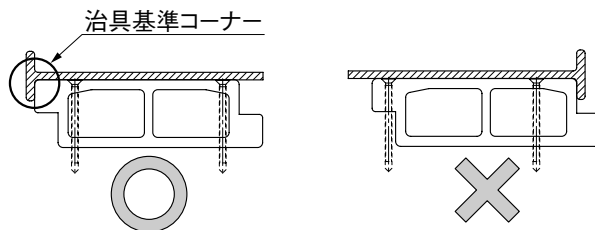

図4-4 固定ネジ治具使用例
- 内面床板に固定ネジ治具で下孔位置を加工する際、治具の当て方に注意してください。基準方向を間違えるとネジが補強部分から外れます。（図4-4参照）